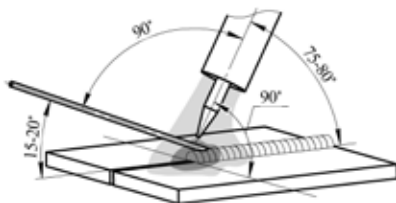

Рис. 9.4. Угол наклона горелки.
Сварку обычно выполняют справа налево. При сварке без присадочного материала электрод располагают перпендикулярно к поверхности свариваемого металла, а с присадочным материалом - под углом. Присадочный пруток перемещают впереди горелки (см. рис. 9.4).
**При аргодуговой сварке также следует не забывать про противоположный угол наклона горелки (см. рис. 9.4) - это влияет на формирование сварочного шва. Старайтесь держать горелку под углом  $90^\circ$  (по отношению к линии шва).**